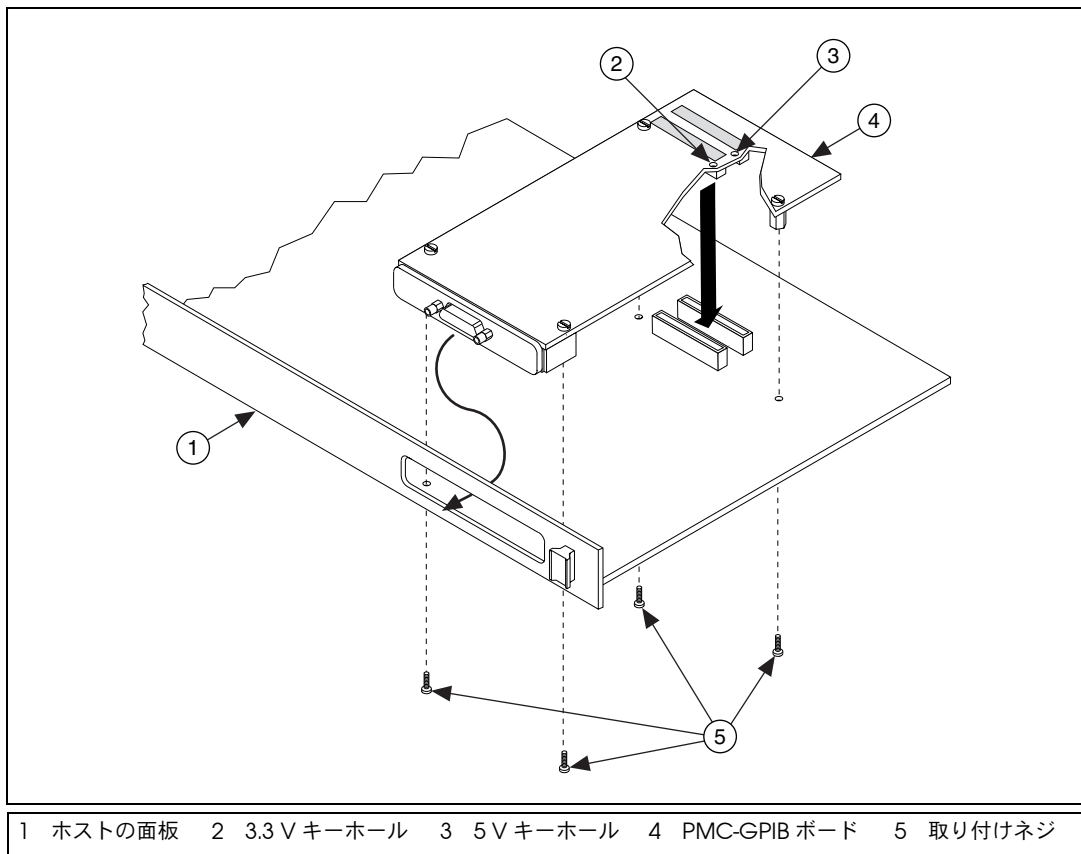

図 18 PMC-GPIB のインストール方法
4. 図 18 に示されているように、PMC-GPIB ボードをスロットに差し込みます。きつい場合もありますが、無理にボードを押し込まないでください。